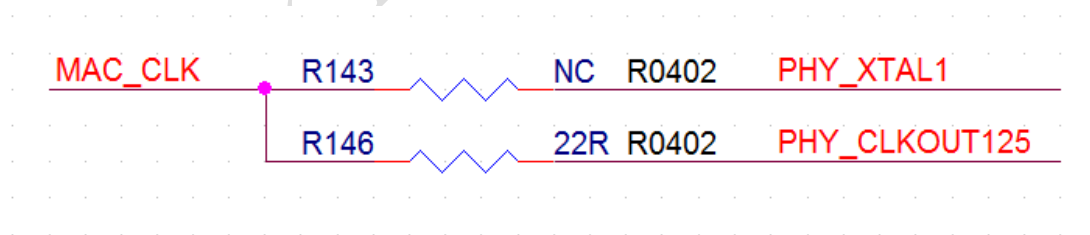

图21-11
- 图21-11中的R146要靠近PHY放置，需包地处理，走线要尽量短，要有完整的参考面。